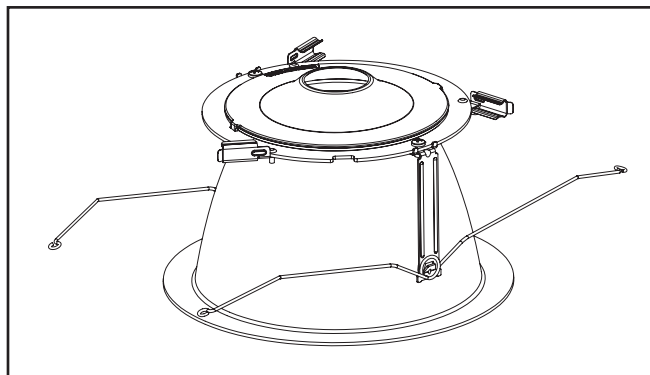

Figure 6
- Retirez la garniture inférieure de l'emballage de protection de la garniture inférieure. Faites pivoter les fixations latérales (3) vers l'extérieur (Figure 6). Retirez le générateur de lumière DEL de l'emballage de protection du moteur lumineux à DEL.